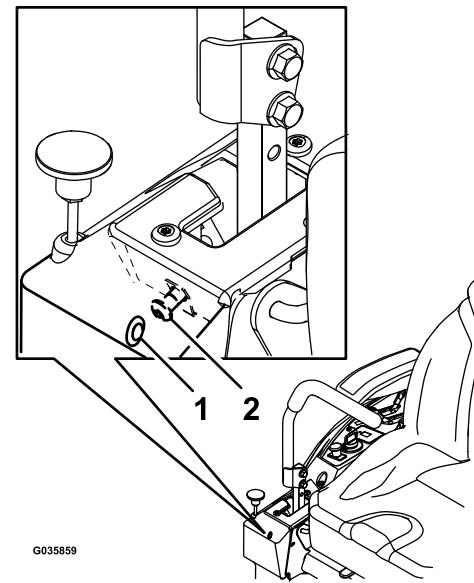

Bild 56
6. Wenn die Maschine nach rechts zieht, stecken Sie einen Sechskantschraubenschlüssel durch das Zugangsloch in der Abdeckungsplatte vorne rechts und drehen Sie die Spurweitenschraube nach rechts oder nach links, um das Spiel des Hebels einzustellen (Bild 56).
7. Wenn die Maschine nach links zieht, stecken Sie einen Sechskantschraubenschlüssel durch das Zugangsloch in der Abdeckungsplatte vorne rechts und drehen Sie die Spurweitenschraube nach rechts oder nach links, um das Spiel des Hebels einzustellen (Bild 56).